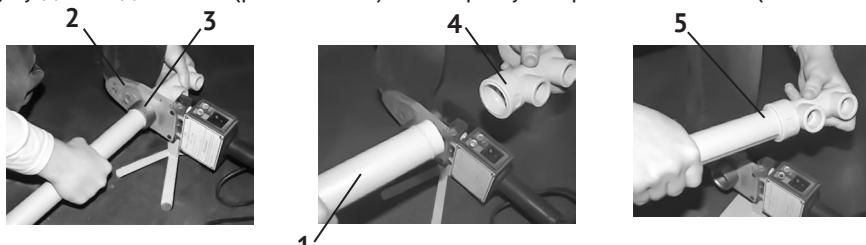

рис. 2
7.3 Процесс сварки (см. рис.2):
Сначала установите на насадку (рис.2 поз.3) фитинг (рис.2 поз.4), а затем, с минимальным разрывом по времени, вставьте конец трубы (рис.2 поз.1) в соответствующую насадку. Плавно, без вращения, проталкивайте фитинг и трубу до соединения (рис.2 поз.5) на ширину сварочного пояса (см.табл.1).